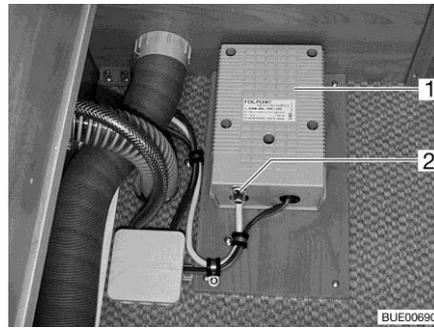

Bild 120 Trafo für elektrische Fußbodenerwärmung
Wenn der Trafo (Bild 120,1) überlastet wird, spricht der Überlastungsschutz an. Der Stift (Bild 120,2) springt heraus.
- Den Stift (Bild 120,2) am Überlastungsschutz eindrücken, wenn der Trafo abgekühlt ist.